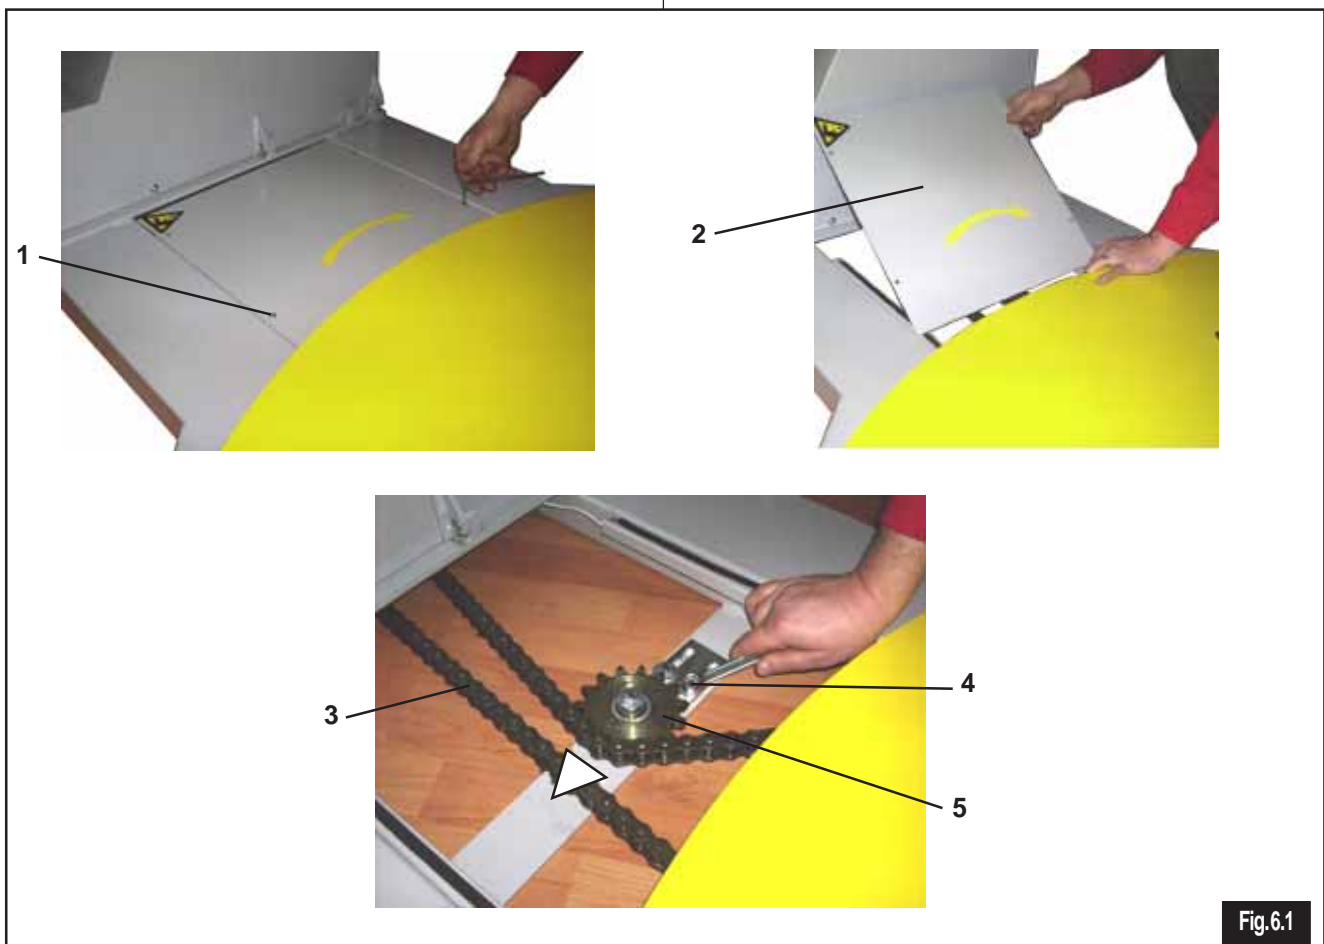
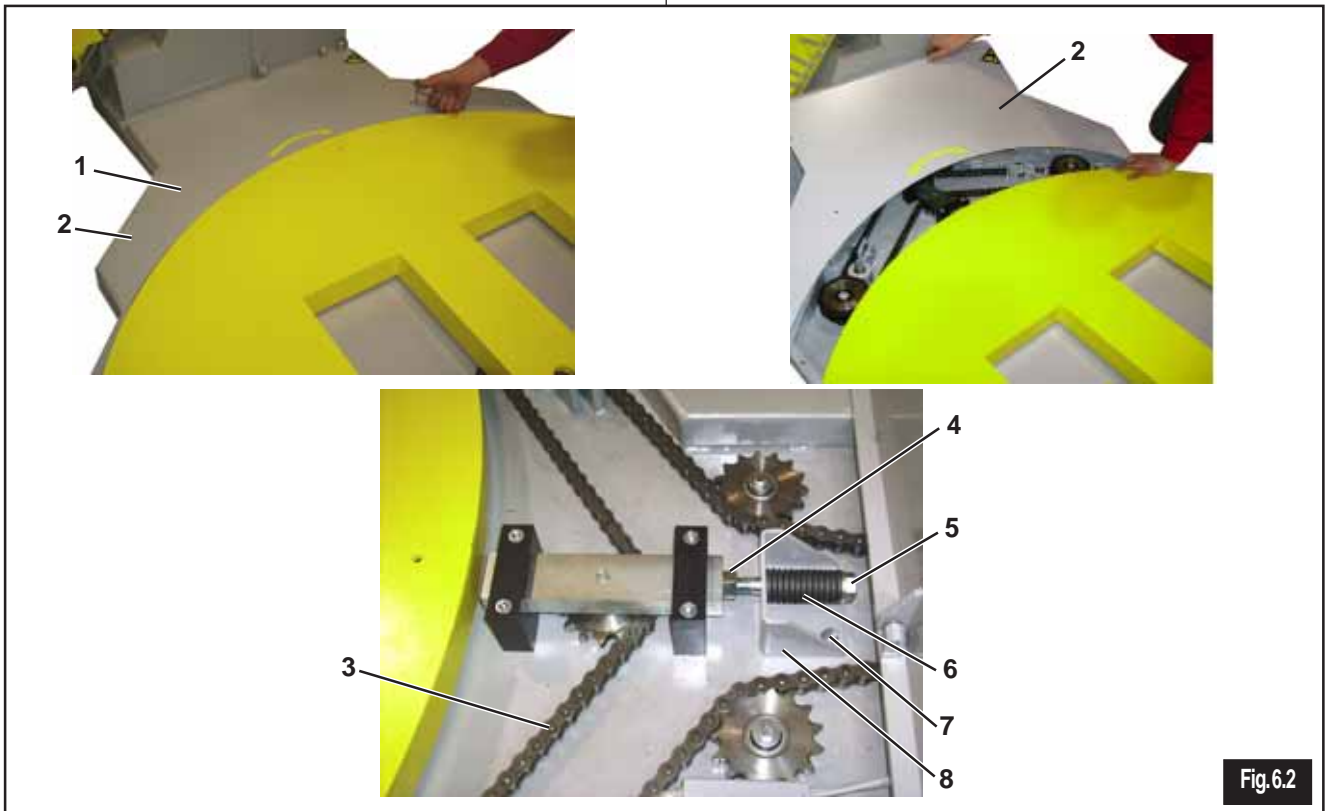

Fig.6.1
Fig.6.2
- a) togliere il carter di chiusura (2 Fig. 6-1 o Fig. 6-2);
- b) allentare il dado di bloccaggio (1);
- c) allentare la vite (3) di precarico molle (4) fino a scaricarle completamente;
- e) assicurarsi che la ruota di frizione (2) sia a contatto con il disco (5) e riavvitare la vite (3) fino a comprimere le molle (4) per 3-4 mm;
- f) bloccare il dado (1) e rimontare il carter di chiusura.
- a) Remove the guard (2 Fig. 6-1 or Fig. 6-2)
- b) Loosen the lock nut (1)
- c) Loosen the preload screw (3) of the springs (4) until they are fully released
- e) Make sure that the friction wheel (2) is in contact with the disk (5) and tighten the screw (3) until it compresses the springs (4) for 3-4 mm
- f) Tighten the nut (1) and refit the guard.